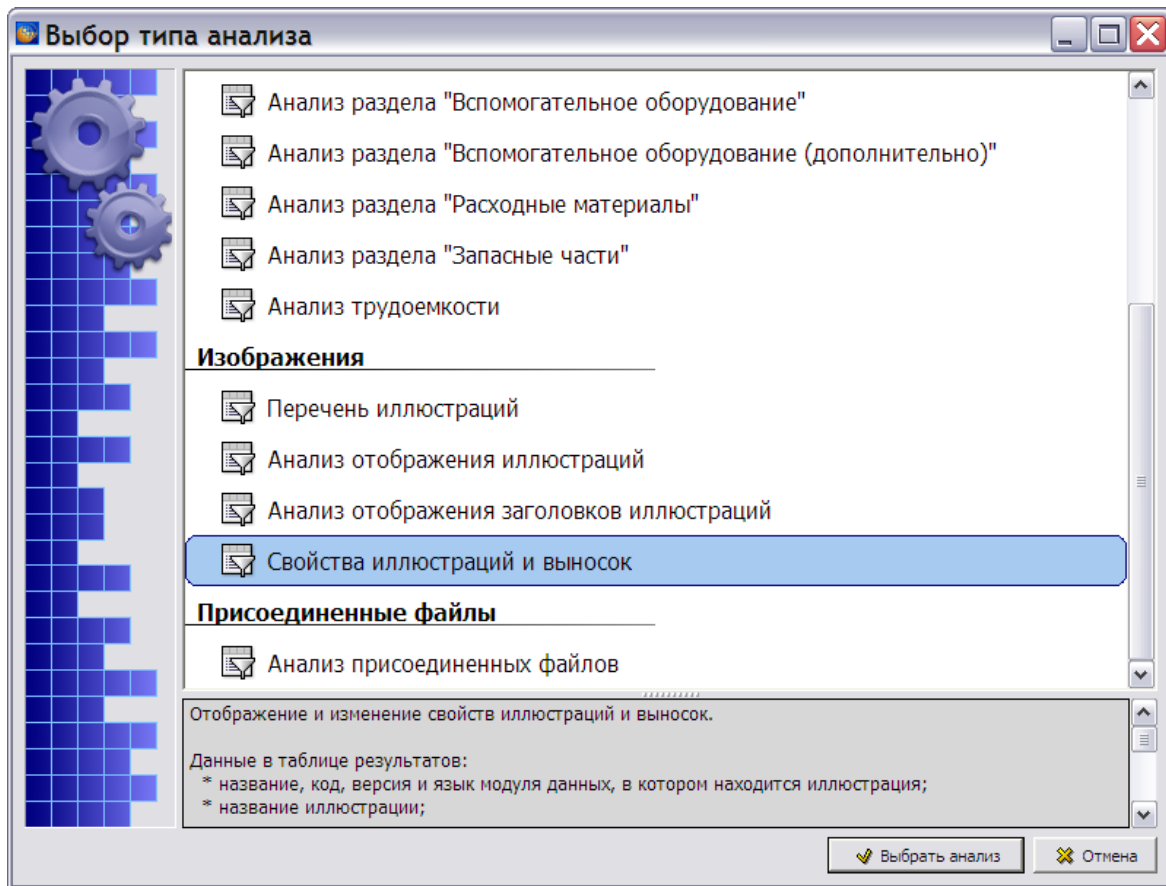

Рис. 21.162
1. В окне **Выбор типа анализа** выберите тип анализа «Свойства иллюстраций и выносок» (Рис. 21.162).